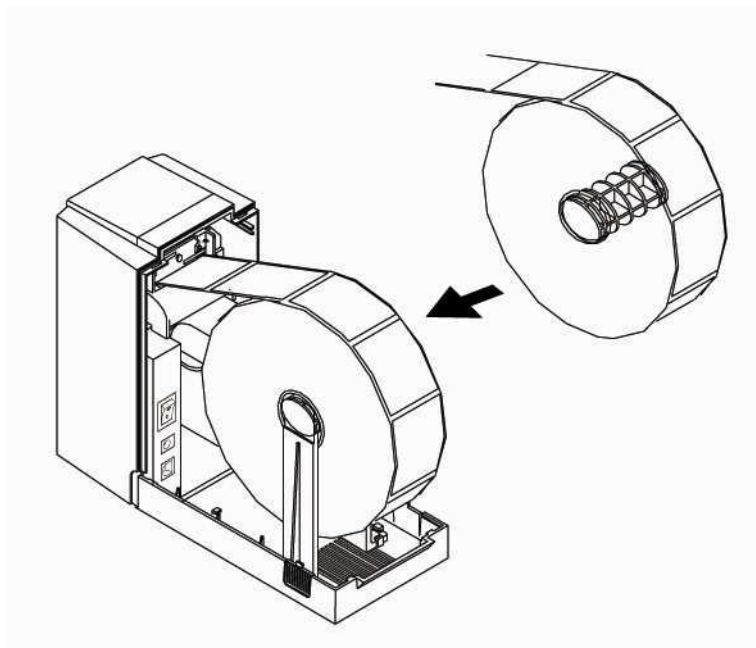

Рис. 2.3.3
4. Разместите большой рулон на держателе (см. рисунок 2.3.3).